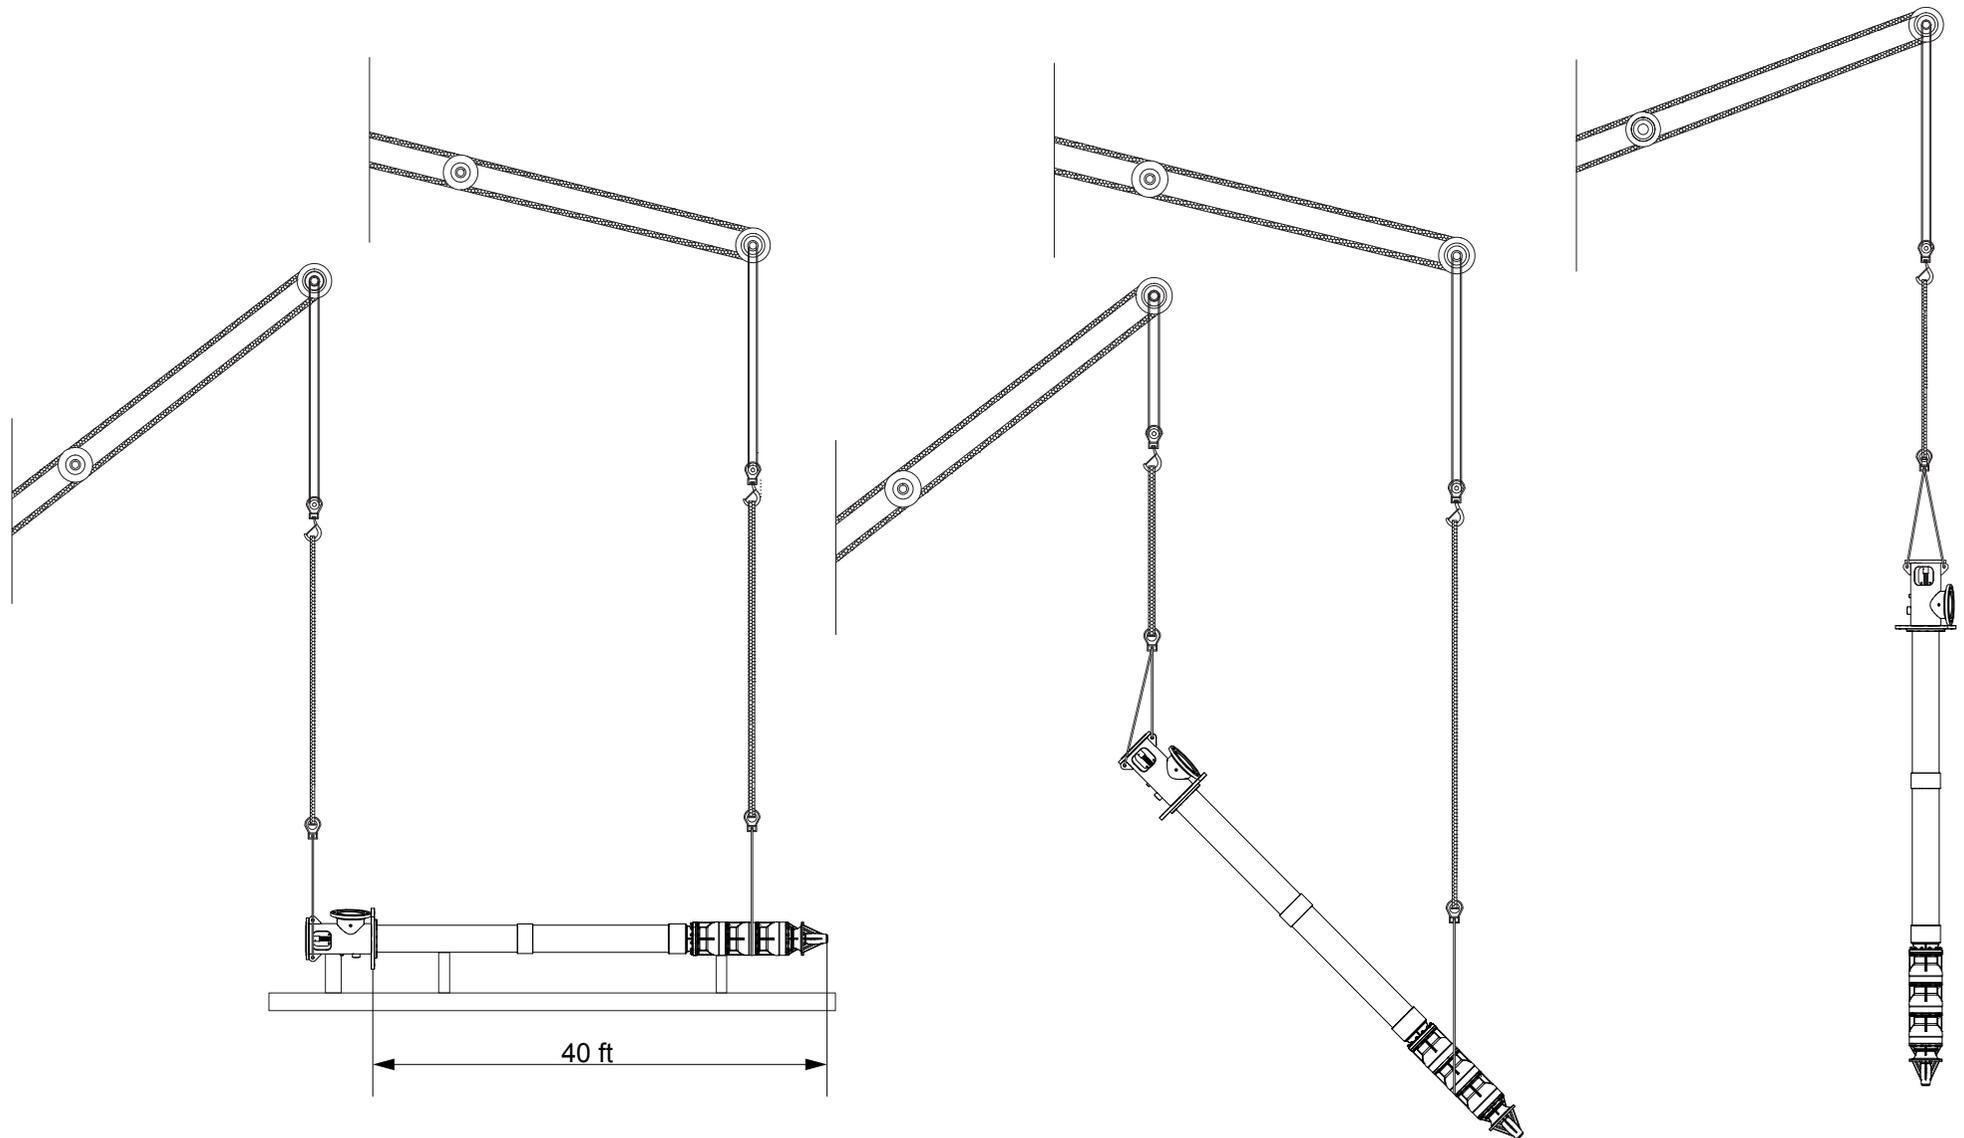

Figura 4-1: Izaje de las bombas de la posición horizontal a la vertical
<p>DEFLEXIÓN DE LA BOMBA</p> <p>Para evitar la deflexión de los componentes de la bomba, tome las precauciones adecuadas para evitar que el peso de la bomba recaiga en la campana de succión o caja, cuando se levante a la posición vertical. Consulte la Figura 4-1 en la página 15.</p>
Al levantar una bomba ensamblada, debe ser soportada en dos puntos como mínimo. Al levantarla a la posición vertical, utilice las ubicaciones de las orejas de izaje del cabezal de descarga para levantar el conjunto de la bomba (consulte Figura 4-1 en la página 15). Para las unidades de bomba de más de 40 pies de longitud, la bomba debe ser ensamblada durante la instalación de forma vertical en su lugar sobre el lugar de montaje.
1. Grúa móvil capaz de izar y bajar el peso de la bomba o del motor (consulte Figura 4-1 en la página 15).
2. Eslinga de cable para conectarse a las orejas de izaje de la bomba y el motor (consulte Figura 4-1 en la página 15).